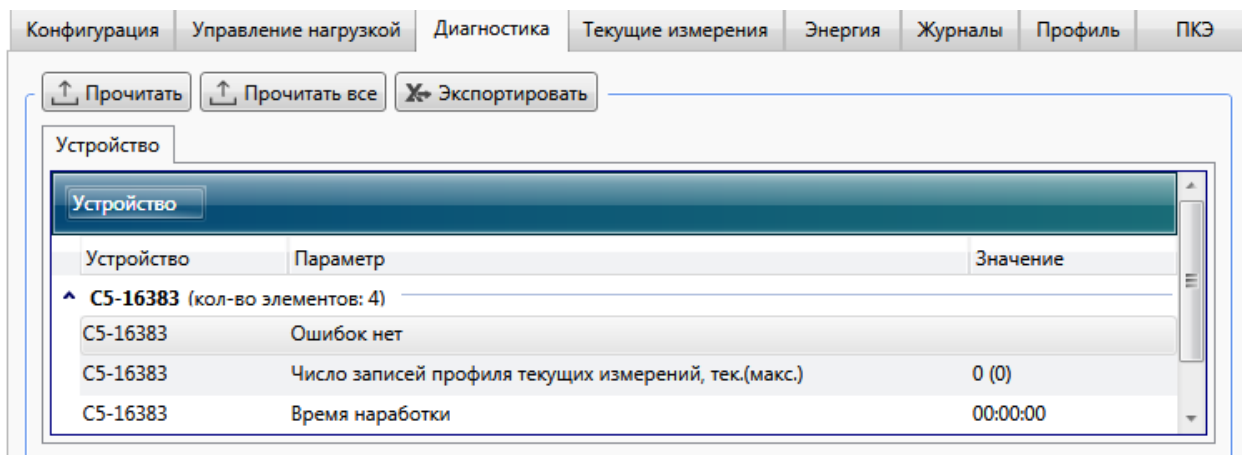

Рисунок 9.56 – Просмотр состояния счетчика
9.6.7.1 Для просмотра аппаратного состояния счетчика необходимо перейти на вкладку *Диагностика* в области параметров и нажать кнопку *Прочитать* (рисунок 9.56).